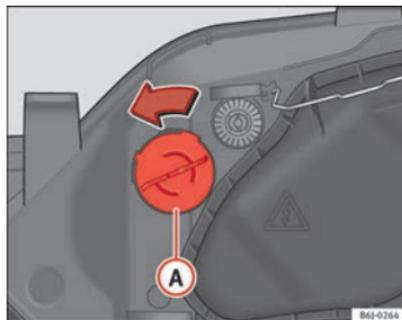

Fig. 159 Luz intermitente
- Gire el portalámpara ⇒ fig. 159 **A** a la izquierda y tirar.